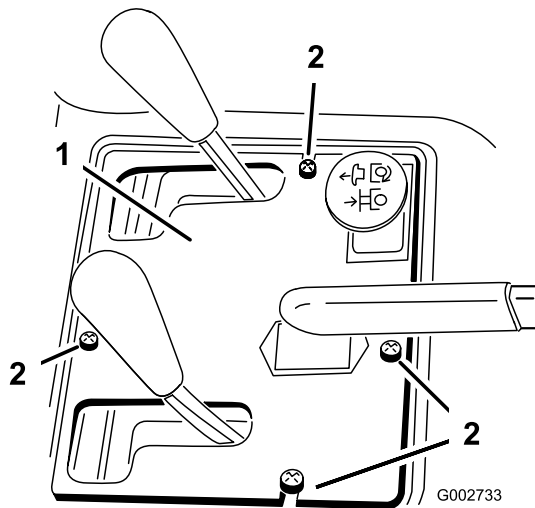

Figura 37
2. Togliete le quattro viti che fissano la plancia al telaio (Figura 37).